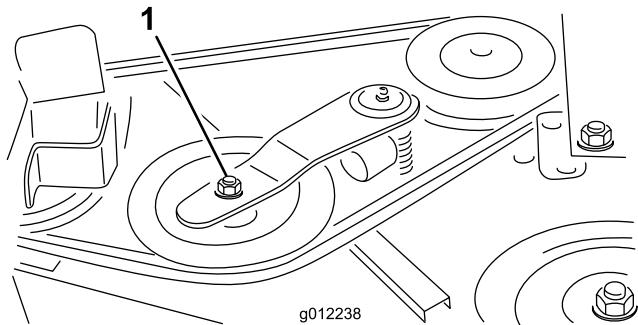
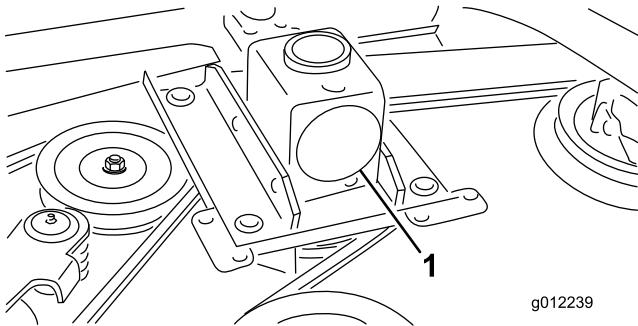

Figure 33
Figure 34
2. À l'aide d'une clé dynamométrique ou d'un outil similaire, éloignez la poulie de tension (Figure 33) de la courroie d' entraînement pour détendre cette dernière et pouvoir la déchausser de la poulie du boîtier d' engrenages (Figure 34).